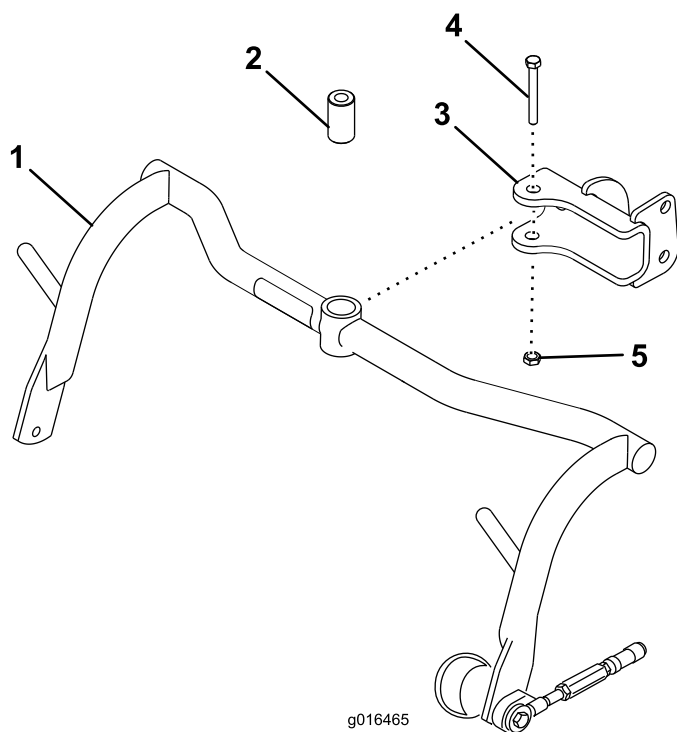

図 8
1. 各クレビスにキャリアフレームを取りつける；スペーサ、1/2 x 3-1/4 インチボルト、1/2 インチロックナットを使用する（図 8）。91-113 N·m (9.3-11.5 kg·m=67-83 ft/lb) にトルク締めする。